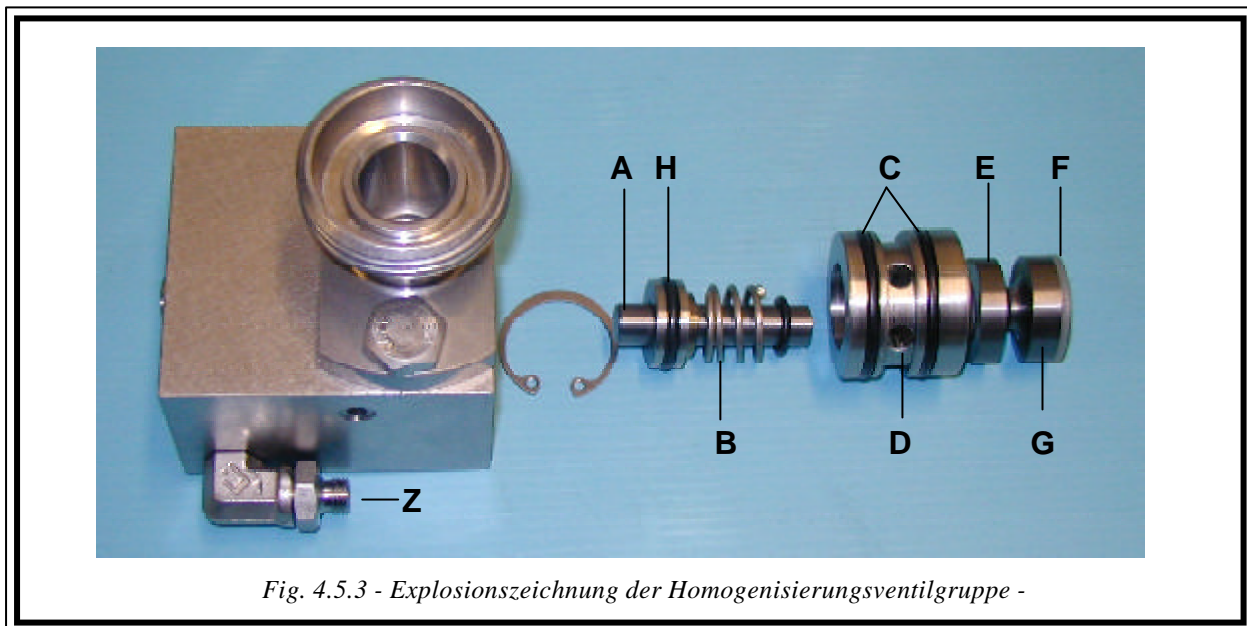

Fig. 4.5.3 - Explosionszeichnung der Homogenisierungsventilgruppe -
Siehe Fig. 4.5.3 das Homogenisierungsventil besteht aus:
- Siehe Fig. 4.5.3 und 4.5.4, die Ölleitung von dem Anschluss "Z" abschrauben.
- Die Innenteile der Homogenisierungskammer wieder einbauen wie folgt beschrieben in Fig.4.5.3.